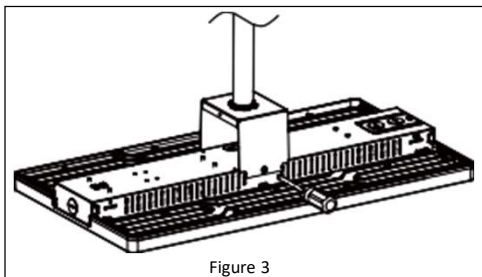

Figure 3
2. Fixez le luminaire sur le support et insérez les vis fournies. **Reportez-vous à la Figure 3.**